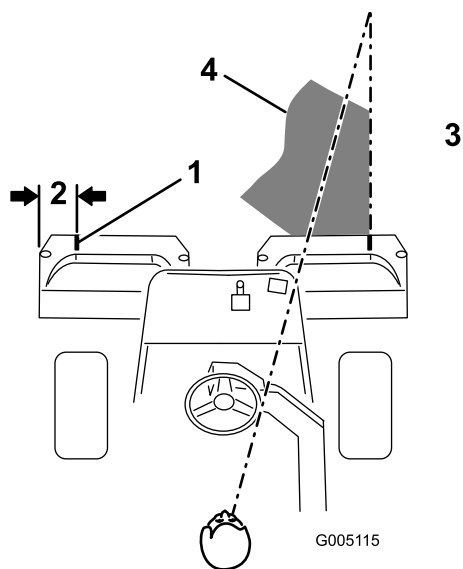

図 10
2. その位置に白色テープか白ペンキで集草箱の縁と平行に目印を入れる 図 10。